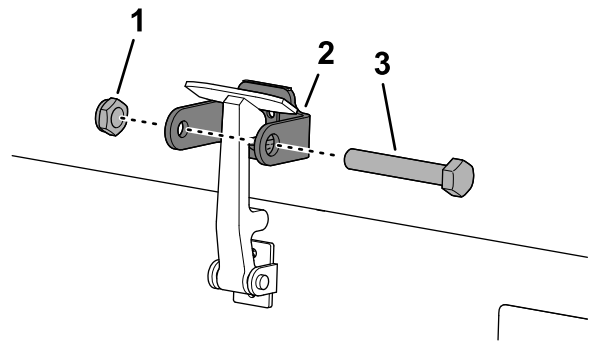

図 20
7. フードロックブラケットのもう一つのアームにボルトを差し込んでラッチをロックする 図 20。